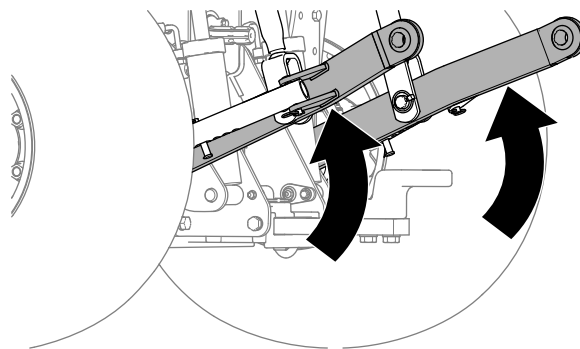

Figura 11
4. Eleve completamente los acoplamientos inferiores del enganche de 3 puntos (Figura 11)